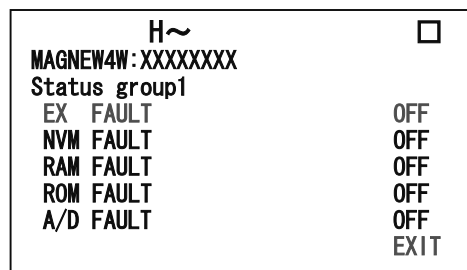

図3-1-2
② グループは3つありそれぞれで確認できる項目が違います。Status group1の例を図3-1-2に示します。